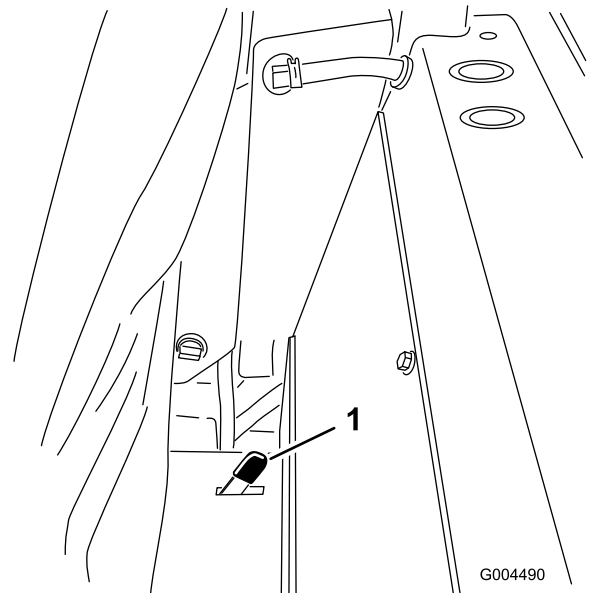

Figura 37
- Presione uno de los enganches del asiento situados detrás y en los lados del mismo hacia atrás para desenganchar el asiento, y tire hacia adelante la parte superior del asiento (Figura 37).